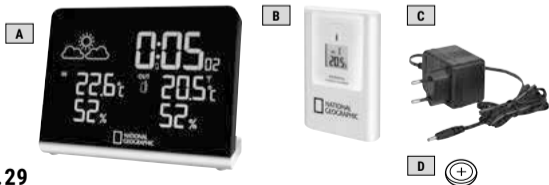

Fig. 2
Unità base (Fig. 2)
1. Inserire la spina DC dell'alimentatore (Fig. 1, C) nella presa DC (Fig. 2, 18)